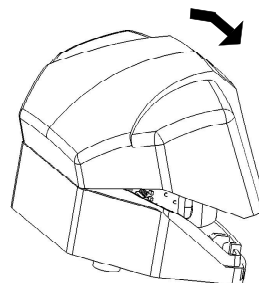

Рисунок 8
7.8. Установите на место крышку извещателя, для чего заведите крышку извещателя за защелку на задней стенке основания (рисунок 8) и защелкните крышку на основании.